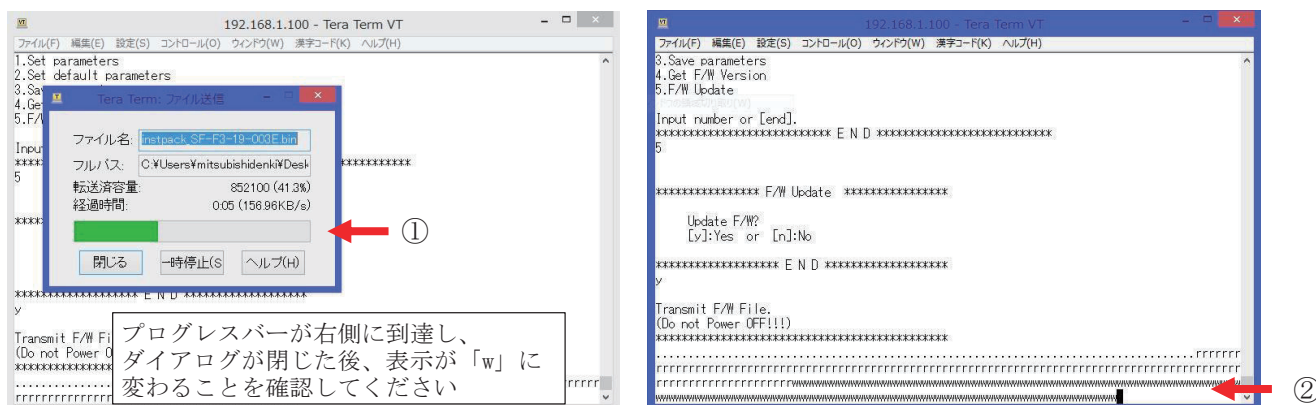

図 6.11 ファームウェアデータ転送と書き込み
2. ファームウェアデータの転送と書き込み (図 6.11)
- ①ファームウェアデータの送信のプログレスバーに併せてターミナルソフトウェアに「r」が表示されることを確認してください。